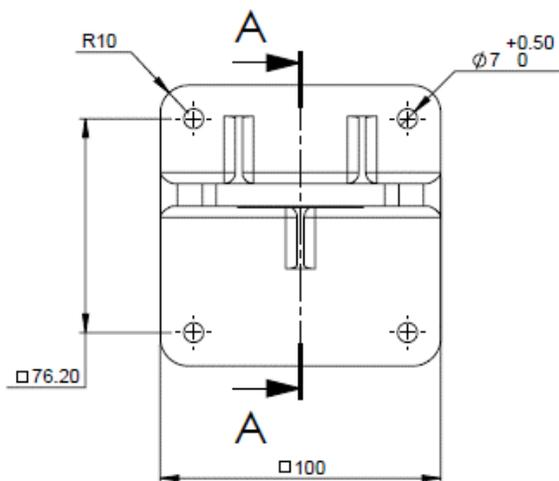

Figure 11 : Rotule de fixation – Vue arrière
- Montez la base de la rotule (Figure 11) à une structure solide utilisant quatre fixations appropriées à travers les quatre trous de 7 mm (0,28 po) de diamètre. Quatre vis imperdables avec rondelles à ressort sont fournies dans le support basculant.